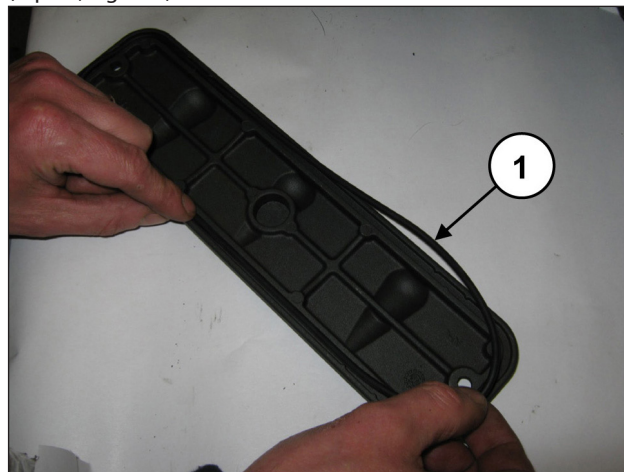
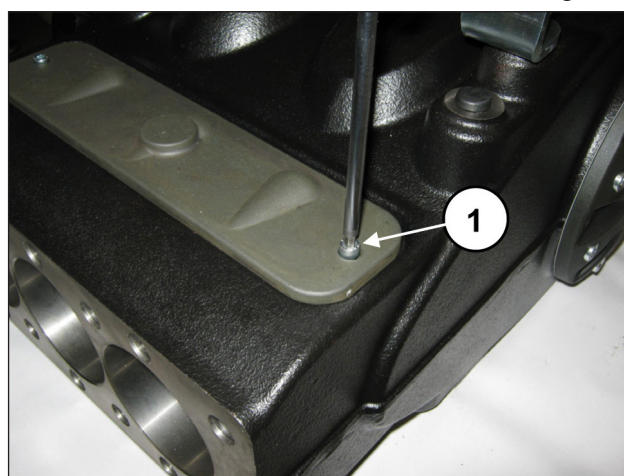

Fig. 195
Fig. 196
Poser le joint torique (rep. ①, Fig. 195) sur les couvercles d'inspection et monter les couvercles à l'aide de 2 vis M6x14 (rep. ①, Fig. 196) et 2 vis M6x40.